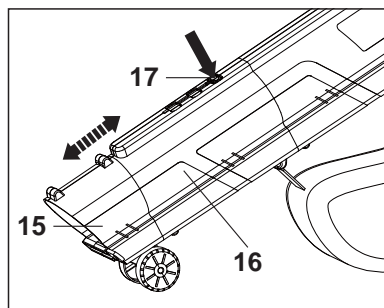

Fig. 8
- Fixez le harnais [3] au loquet [2] sur le dessus du bloc moteur (Fig. 8).
- Appuyez sur le bouton de déverrouillage [17] et enfoncez plus ou moins la bouche d'entrée/sortie [15] dans le tube inférieur [16] pour raccourcir ou allonger le tube (Fig. 8).